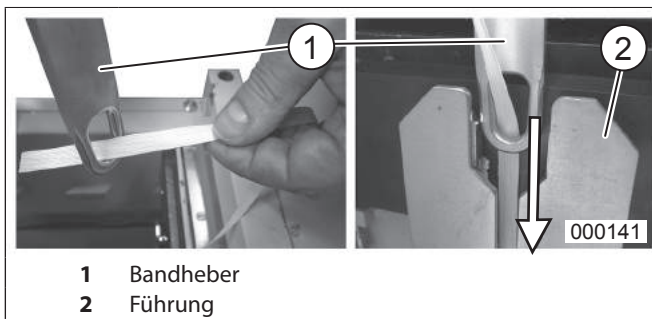

Abb. 21 Bandheber
2. Einfüllklappe öffnen und beide Bandheber (Abb. 21/1) herausnehmen.
6. Band-Ende vom Ziehseil lösen, wie gezeigt, durch den Bandheber (Abb. 21/1) führen, und Bandheber mit ein-
gefädeltam Band wieder am Press-Stempel einsetzen (Abb. 21/2).